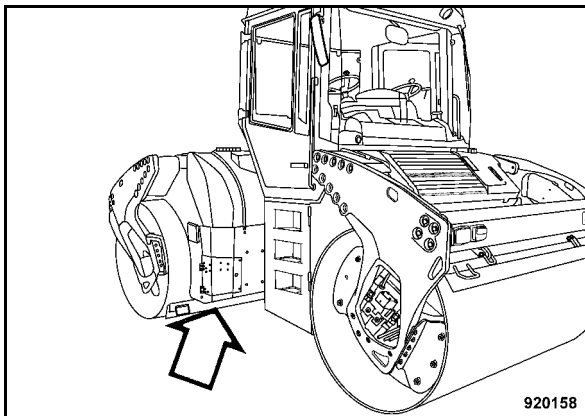

Fig. 202
- Aprire il coperchio di manutenzione (Fig. 202) che dà accesso alle pompe dell'acqua.